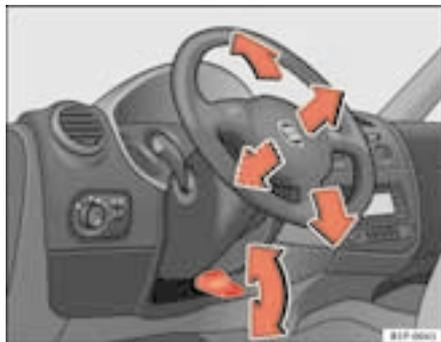

Fig. 110 Regulação da posição do volante
- Virar para baixo a alavanca ⇒ fig. 110 por baixo da coluna da direcção ⇒ ⚠.